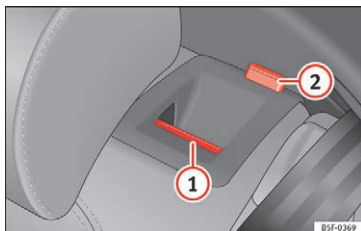

Fig. 151 Bagsæderyglæn: udløserknap (1), rød markering (2)
- Træk udløserknappen » Fig. 151 (1) fremad, og klap samtidig ryglænet frem.
- Bagsæderyglænet er udløst, hvis du kan se en rød markering på knappen (2).
Ryglænet er udløst, når du kan se en rød markering » Fig. 151 (2) på knappen.